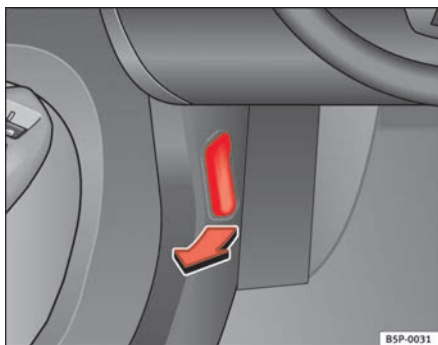

Fig. 162 Detalle de la zona reposapiés del lado del conductor: palanca para el desbloqueo del capó del motor.
- Tire de la palanca que se encuentra bajo el tablero de instrumentos ⇒ fig. 162 en el sentido que indica la flecha. El capó queda desbloqueado por la acción resorte del muelle ⇒ ⚠.